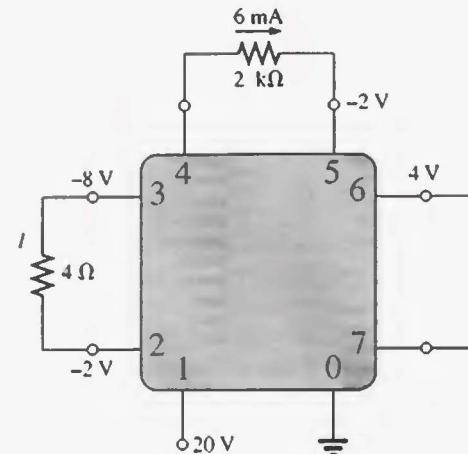

FIGURA 5.98
*29. Para el circuito integrado de la figura 5.98, determine V_0, V_4 , $V_7, V_{10}, V_{23}, V_{30}, V_{67}, V_{56}$, e I (magnitud y dirección).